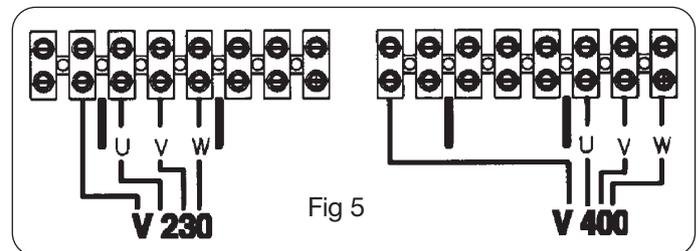

Fig 5
- **Om de voedingsspanning te veranderen moet het zij-element rechts worden weggehaald en moeten de verbindingen van het klemmenbord voor spanningsverandering worden gerangschikt zoals te zien is op de afbeelding 5.**